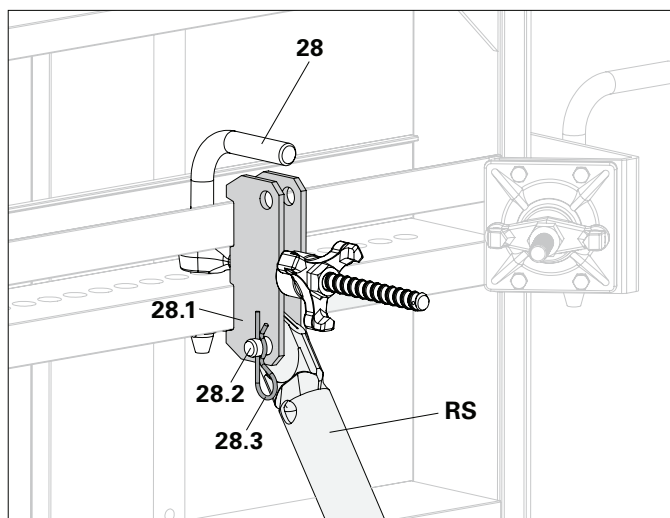

Fig. A7.01
Collegare puntello (RS) e staffe (28.1) con perno (28.2) e inserto a molla (28.3). (Fig. A7.01)